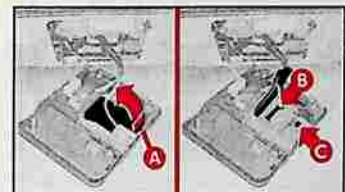

fig. 32
- 3) Appuyer sur la languette **A**-fig. 32 pour ouvrir le boîtier des lampes.